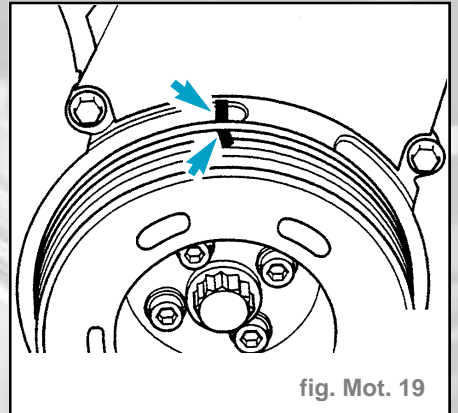

fig. Mot. 19
- Amener le vilebrequin au PMH du cylindre 1 (fig. Mot. 19).